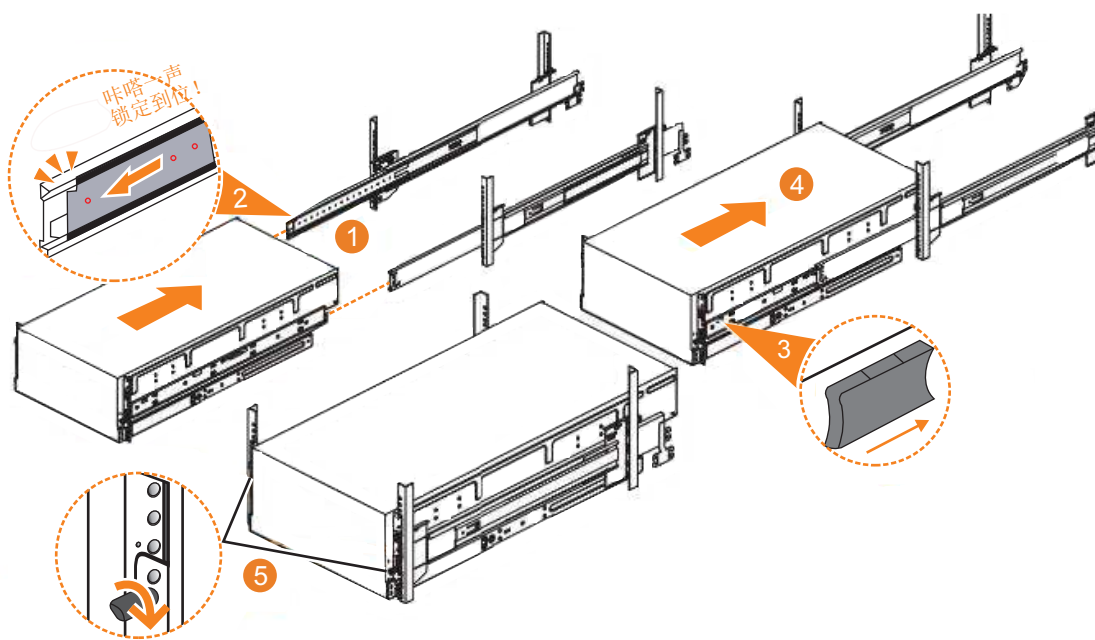

图 61. 更换机架中的 2145-92F 机柜
2. 确保滚珠轴承固定器咔嗒一声锁定到左侧抽屉和右侧抽屉前侧（图 61 中的 **2**）。
6. 找到机柜前部附近的左侧和右侧蓝色松开卡口。向前按这两个松开卡口以解锁抽屉装置（如图 61 中的 **3**）。
7. 将机柜稳固地推入机架中（图 61 中 **4**）。
8. 拧紧用于固定的指旋螺钉（图 61 中的 **5**），以将机柜固定在机架中。